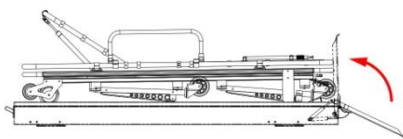

Рисунок 3
- 5.4 Поднимите до фиксированного положения трап приемного устройства каталки. Рис.3